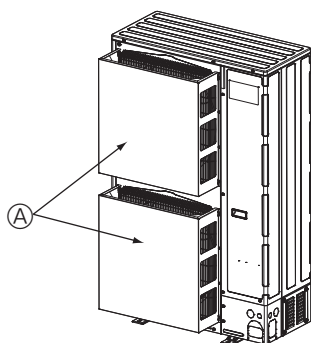

Fig. 2-17
- ② Установіть додатковий захисний кожух для повітря, якщо блок встановлено в місці, де сильні вітри внаслідок тайфунів тощо можуть перешкоджати циркуляції повітря через отвір для виходу повітря. (Fig. 2-17)